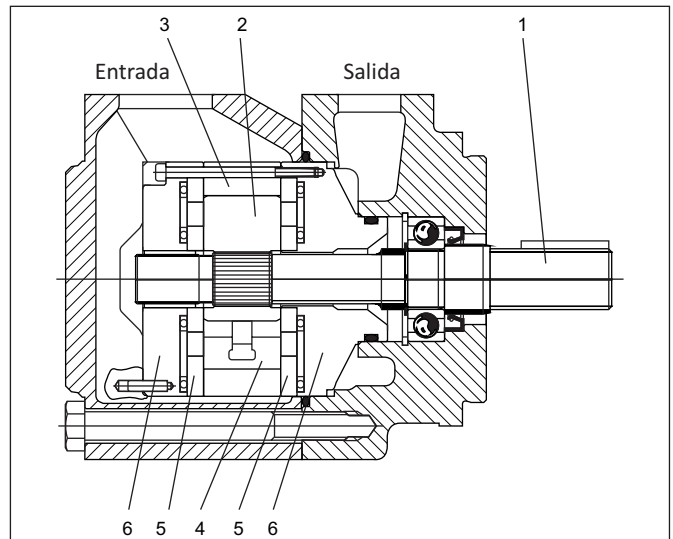

Figura 2
Como se muestra en la figura 2, el rotor (2) se encuentra alojado dentro del estator (3) y está acoplado con el eje de accionamiento (1) a través de un estriado mediante el cual éste le transmite el torque de entrada a la bomba. En las ranuras del rotor se alojan las paletas (4), que al girar el rotor son impulsadas por la fuerza centrífuga hacia afuera, hasta rozar la superficie interna del estator. Este conjunto es contenido y sellado lateralmente por placas de empuje flotantes (5) y las tapas del cartucho (6). Con este diseño se delimitan cámaras, que al girar producen aspiración del fluido donde van aumentando su volumen, e impulsión del mismo en las que lo van disminuyendo. La forma elíptica del estator forma con el rotor y las paletas dos áreas de aspiración y dos de impulsión (presión), lo que hace que las cargas hidráulicas radiales se compensen y el eje no tenga cargas radiales, asegurando una larga vida a los bujes de apoyo, ya que el eje solo debe transmitir el par de giro.